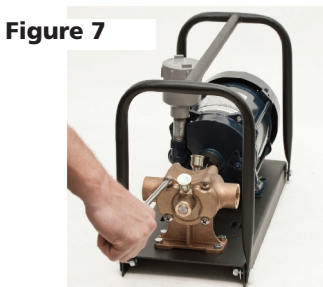

Figure 7
8. Changez la plaque d'extrémité et serrez les vis. Voir Figure 7.